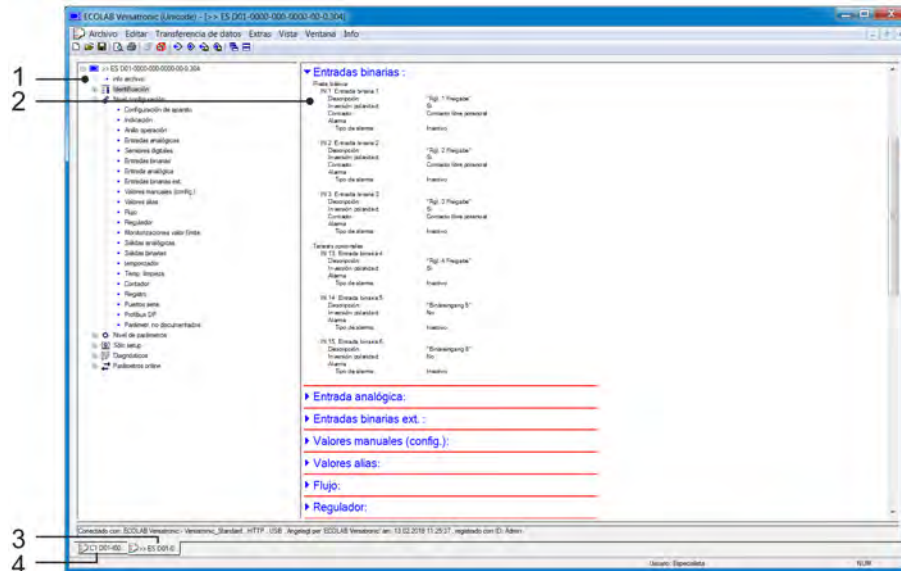

Fig. 105: Editar el archivo de instalación
1. ► Situar el puntero del ratón entre dos grupos de símbolos (véase Fig. 105 .)